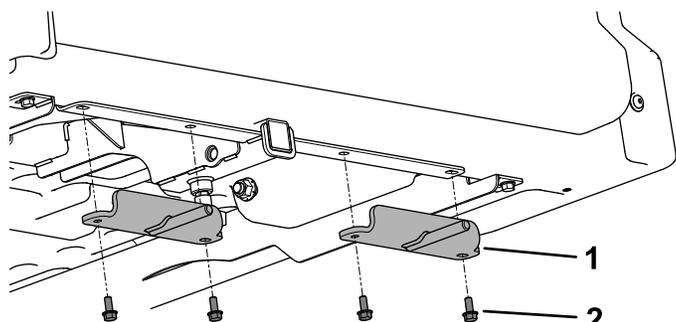

图3
2. 如图3所示, 用之前卸下的六角凸缘螺丝 (5/16 x 3/4 英寸) 将 2 个悬挂支架安装到货斗底部。